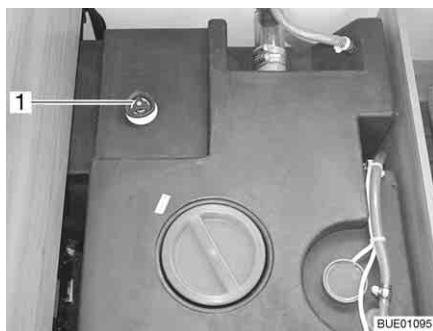

Fig. 209 Depósito de agua con tirador giratorio
- Girar el tirador giratorio (Fig. 209,1) del depósito de agua en sentido contrario a las agujas del reloj sobrepasando la resistencia, para abrir el orificio de salida completamente.